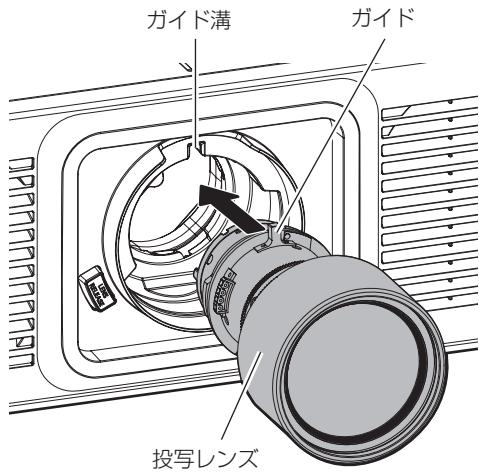

図2
2) 投写レンズのガイドを本体のガイド溝に合わせて奥まで差し込む（図 2）